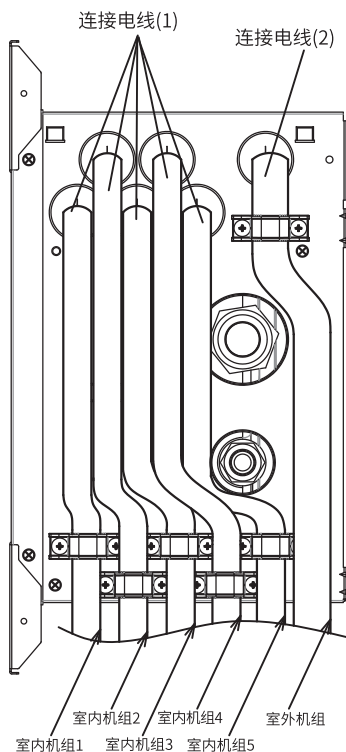

图24-3
- (2) 按照图24-3，将对应的室内/外机连接电线从接线孔穿过。